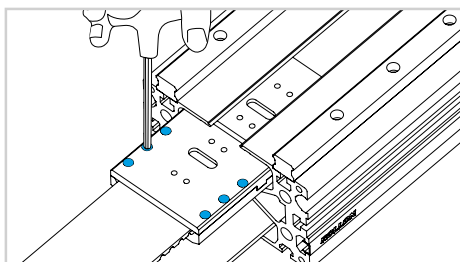

Fig. 14
- 15) Muovere la parte interna del carro all'estremità del profilo, rimuovere le viti di serraggio della cinghia e quindi la cinghia stessa (Fig. 14).
- 18) Muovere il carro interno all'estremità del profilo e rimuovere le viti di fissaggio della cinghia (Fig.14).